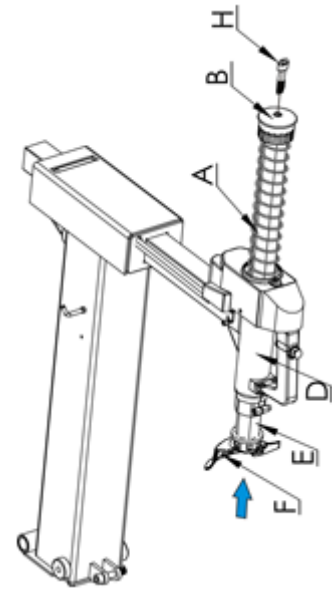

Fig. 7
- Draai de inbusbout (H, fig.7) los en verwijder vervolgens de dop (B, fig.7) en de veer (A, fig.7).
- Kantel de kolom naar achteren en schuif de hexagonale (de)monteerarm (E, fig.7) door de opening in de horizontale arm. **Let erop dat de (de)monteerkop (F, fig.7) in de goede richting zit!**
- Plaats de veer (A, fig.7) over de (de)monteerarm en zet deze vervolgens vast met de dop (B, fig.7) en draai nu de inbusbout (H, fig.7) vast.